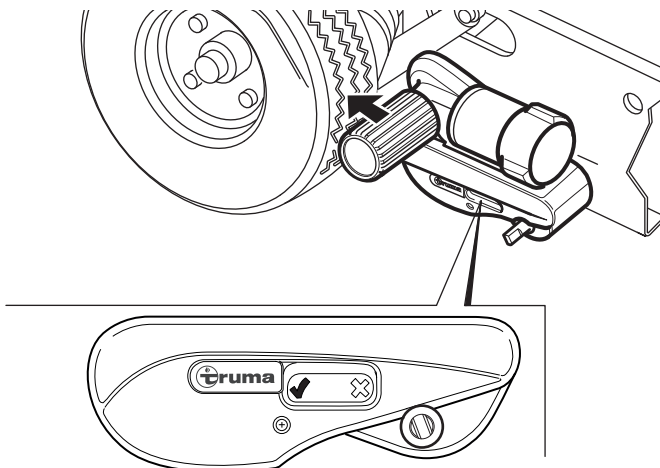

Abb. 15
- ▶ Anschwenkhebel zum Fahrzeugrad drehen. Dabei muss die Anschwenkmechanik einrasten, sodass der Anschwenkhebel nicht mehr zurückspringt (Abb. 14-2). Sobald die Anschwenkmechanik eingerastet ist, zeigt der Positionsindikator am Gehäuse des Rangiersystems auf  (Abb. 15).